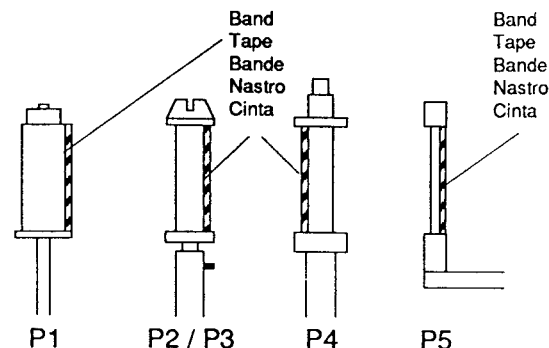
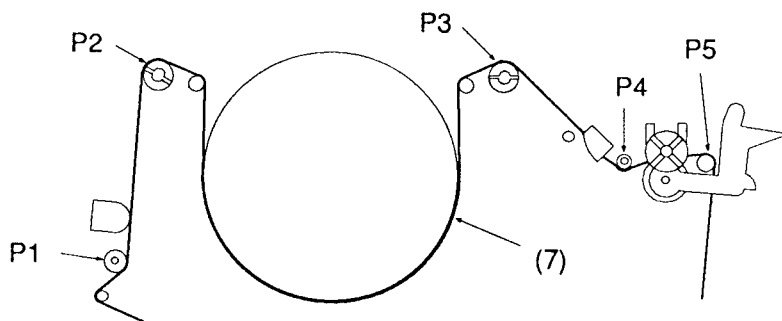

Fig. 30
Fig. 32
- Prüfen, ob das Band an den Bolzen P1, P2, P3, P4 und P5 ohne stark zu bördeln läuft (Fig. 30...Fig. 32).
- Check that the tape runs past the bolts P1, P2, P3, P4 and P5 without a strong crinkling (Fig. 30... Fig. 32).